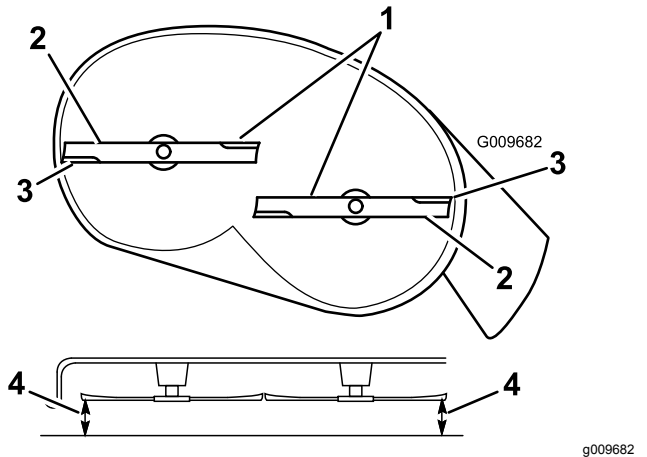
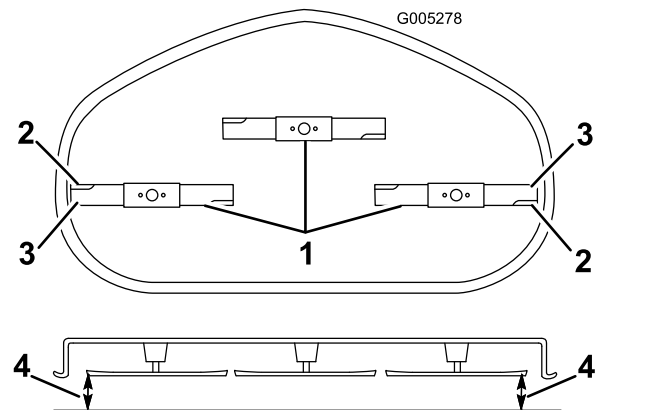

Figura 59
Figura 60
4. Gire cuidadosamente las cuchillas hasta que estén todas orientadas lateralmente (Figura 59 y Figura 60).
5. Mida entre los fillos de corte exteriores y la superficie plana (Figura 59).